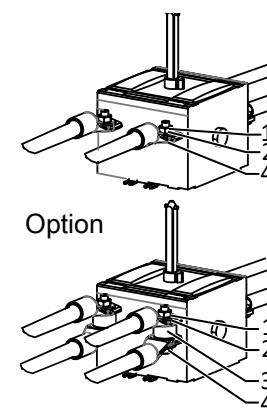

Abb. 22: DC-Leitungen an Schalter montieren
- 1 DC-Leitungen mit einem Ringkabelschuh bestücken. Bei dem Crimpn darauf achten, dass der Ringkabelschuh gemäß der finalen Einbaulage gedreht ist. [Siehe Abbildung 22] [► Seite 55]